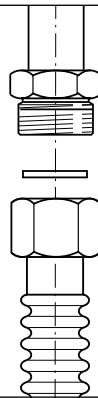

Fig. 5.1
- ✓ Las guarniciones (fig. 5.1) son elementos que garantizan la estanqueidad de la conexión del gas. Se aconseja sustituirla al presentar incluso una mínima deformación o imperfección.